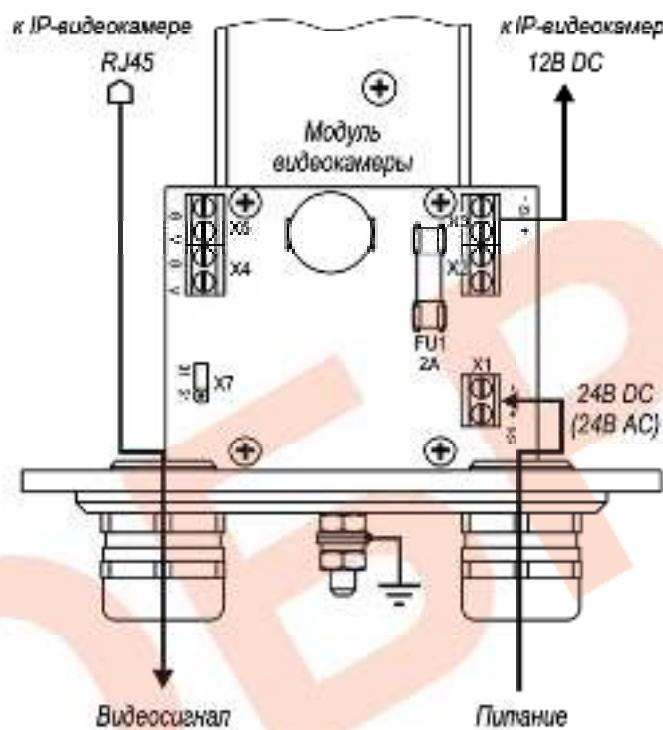

Рис.2 Схема подключения IP-видеокамеры
4. При необходимости изменить мощность обогрева, выкрутить 6 винтов крепления задней крышки гермобокса, вытащить модуль видеокамеры из корпуса и установить диаметр X7 в нужное положение (рис.2). Установить модуль видеокамеры обратно в корпус. Закрутить 6 винтов крепления задней крышки с усилием 5±0,5Нм.
Предприятием изготовителем джиппер X7 установлен в положение «31» - мощность обогрева 31 Вт, для изменения мощности на 21 Вт джиппер X7 необходимо перевести в положение «21» (см. рис.2).